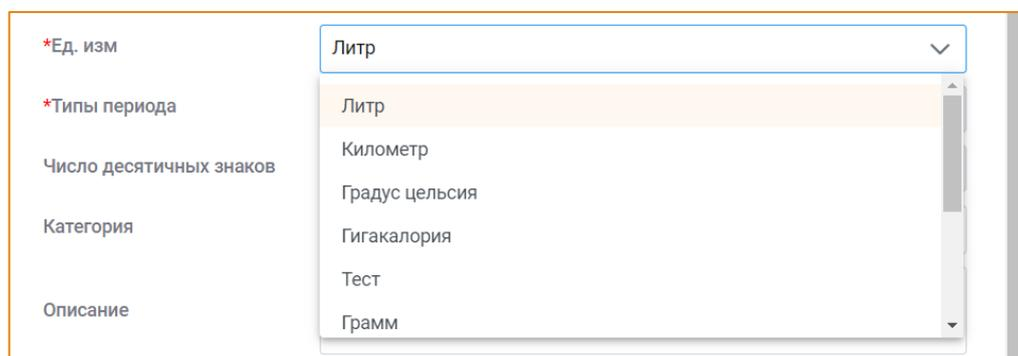

Рис. 30 – Список единиц измерений
- **Ед. изм.** – в раскрывающемся списке поля выбрать единицу измерения, характеризующую данный параметр. Обязательное поле для заполнения. По умолчанию выбрано первое из списка (Рис. 30).